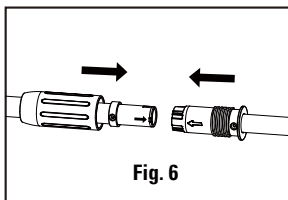

Fig. 6
4. Séparer les arbres. Faites tourner le collier de verrouillage de l'arbre dans le sens inverse des aiguilles d'une montre jusqu'à ce qu'il soit desserré et séparez-le (Fig. 6).